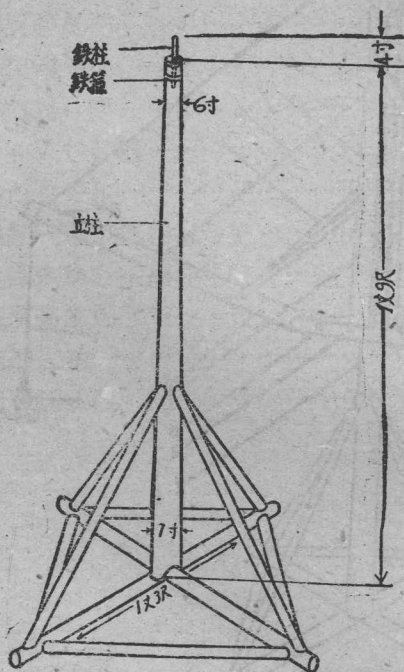

图 2 立柱示意图
1、立柱：是用长一丈九尺，直径为七寸的笔直的楊木做成的（因为当地只有楊木較直而少疵病）。在立柱的頂端插入一根鉄棍，把鉄棍的頂部磨成半球形状（詳见图 2）。